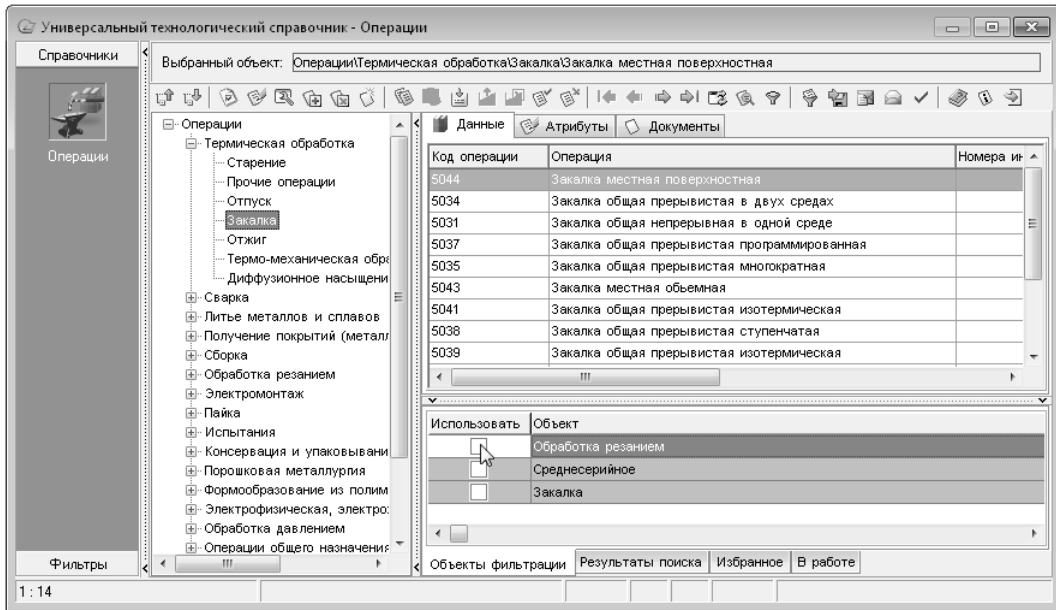

Рис. 4.7.
- Обратите внимание, что на вкладке **Объекты фильтрации** стоит галочка напротив объекта **Обработка резанием**. Термические операции не относятся к механической обработке и чаще всего производятся в отдельных цехах. Для того чтобы добавить термическую операцию, снимите галочку напротив объекта **Обработка резанием** (рис. 4.7). Количество доступных операций значительно увеличилось.